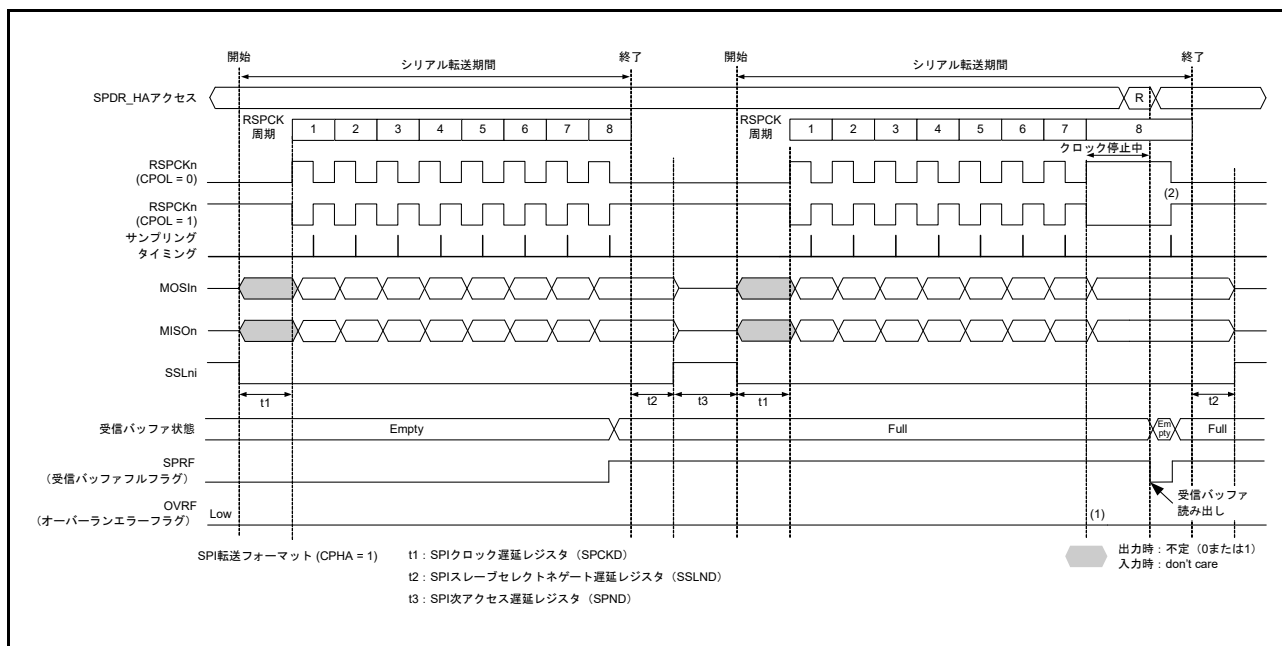
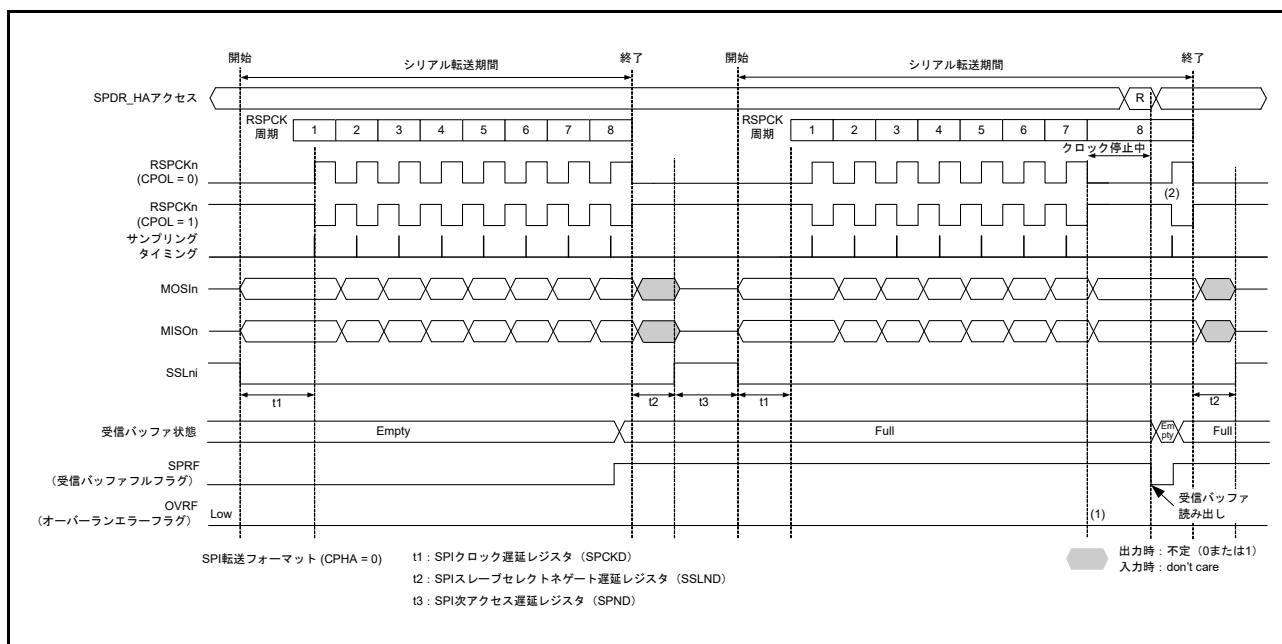

図 31.29 マスタモードの受信バッファフル状態でシリアル転送が継続するときのクロック停止波形 (CPHA = 1)
図 31.30 マスタモードの受信バッファフル状態でシリアル転送が継続するときのクロック停止波形 (CPHA = 0)
マスタモードで RSPCK 自動停止機能を有効にした場合は、オーバーランエラーが発生しません。図 31.29、図 31.30 にマスタモードの受信バッファフル状態でシリアル転送が継続するときのクロック停止波形を示します。
以下に、図 31.29 および図 31.30 の (1)、(2) に示したタイミングでのフラグ動作を説明します。
- (1) 受信バッファフルの場合は、RSPCK クロックが停止するためオーバーランエラーは発生しません。
- (2) クロック停止中に SPDR/SPDR_HA レジスタを読み出すと、受信バッファのデータが読み出せます。受信バッファの読み出し後 (SPSR.SPRF フラグが 0 にされた後)、RSPCK クロックが再開します。